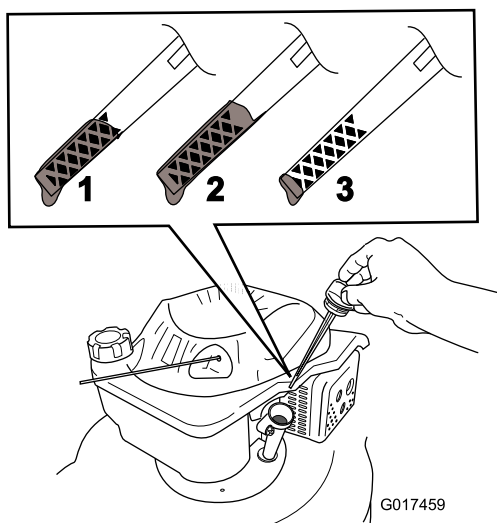

Figure 38
8. Sortez de nouveau la jauge et vérifiez le niveau d'huile (Figure 38).